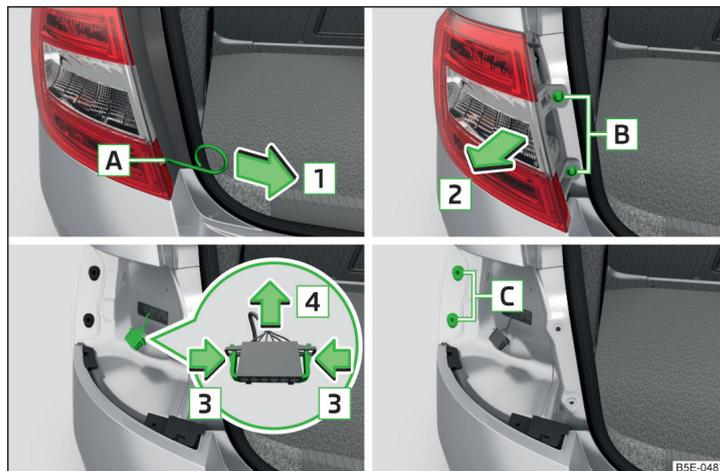
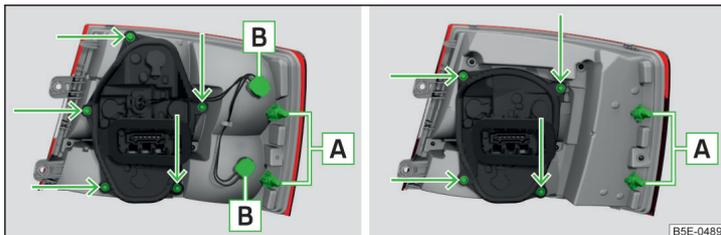

Abb. 337 Leuchte ausbauen / Stecker abziehen
Abb. 338 Äußerer Teil der Leuchte: Grundleuchte / Leuchte mit LED-Leuchtmitteln
- › In die Öffnung **A**1) » Abb. 337 den Bügel zum Abziehen der Radvollblenden einführen.
- › Die Leuchte mit den Zapfen **A** » Abb. 338 auf Seite 298 in die Aufnahmen **C** » Abb. 337 in der Karosserie einsetzen.
- › Die Fassung mit der Glühlampe **B** » Abb. 338 entgegen dem Uhrzeigersinn drehen und aus dem Leuchengehäuse herausnehmen.
- › Den Lampenhalter » Abb. 338 mit dem Schraubendreher aus dem Bordwerkzeug abschrauben und den Lampenhalter aus der Leuchte herausnehmen.